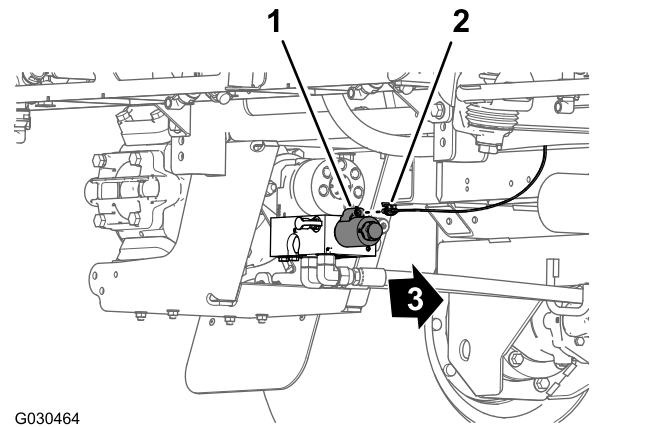

Рисунок 58
5. В задней части машины, во внутренней зоне насоса опрыскивателя отсоедините 2-гнездовой разъем главного заднего жгута проводов от 2-штыревого разъема реле насоса (Рисунок 58).